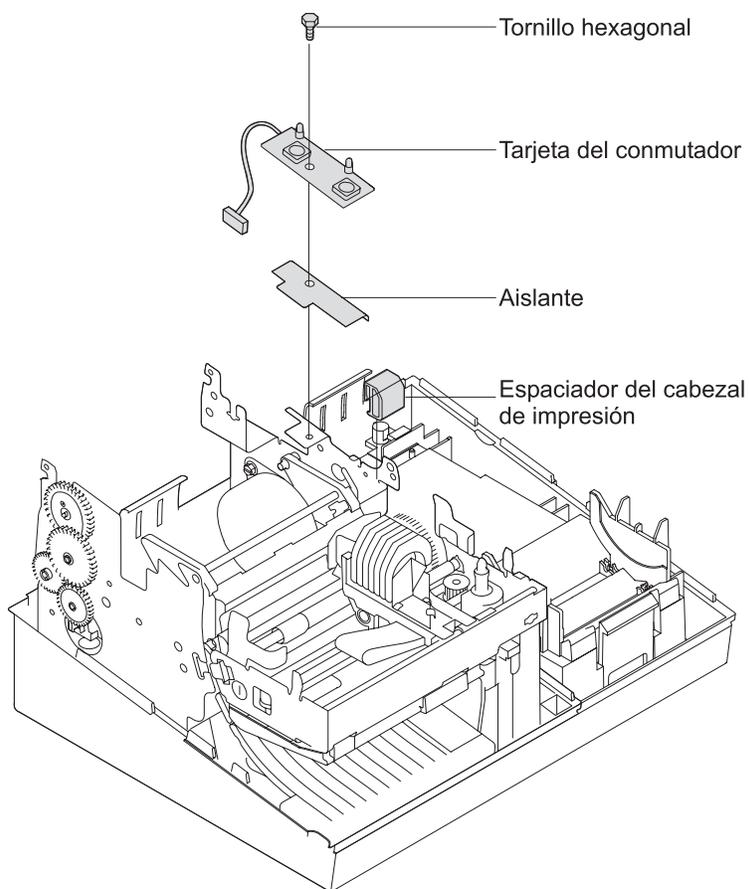

Figura 4-5. Extracción de los botones del operador de la cubierta superior
3. En el lado inferior de la cubierta base, presione ambos lados de la pestaña del conmutador de tecla hacia dentro y tire del botón hacia fuera. Consulte la Figura 4-5.